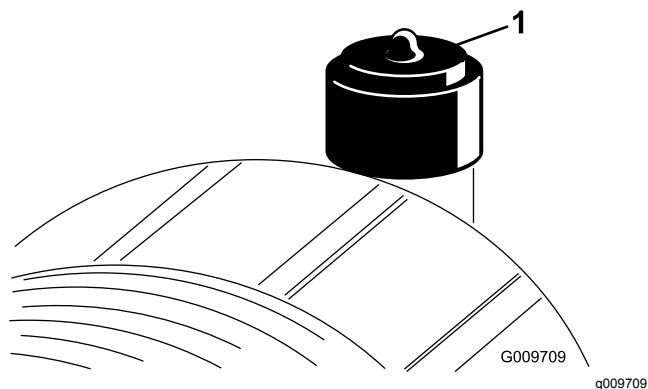

Figura 49
Effettuate la manutenzione del filtro dell'aria quando l'indicatore (Figura 49) lo richiede. Sostituendo il filtro dell'aria prima del necessario si aumenta il rischio che la morchia penetri nel motore quando si toglie il filtro.
10. Se la spia (Figura 49) è rossa, resettatela.